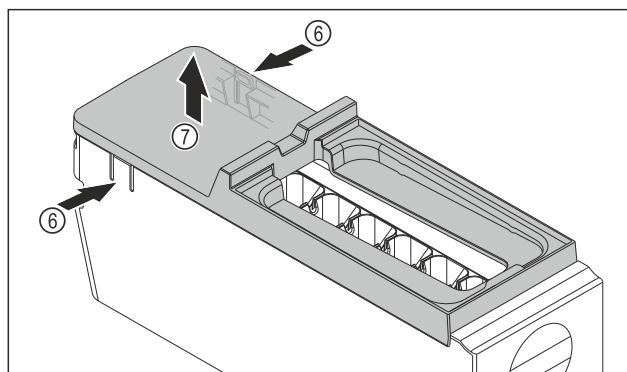

Fig. 97
- ▶ Изваждане на капака на корпуса на EasyTwist-Ice: Натиснете езичетата Fig. 97 (6) от двете страни на корпуса на EasyTwist-Ice с една ръка.
- ▶ С другата ръка извадете капака Fig. 97 (7) нагоре.